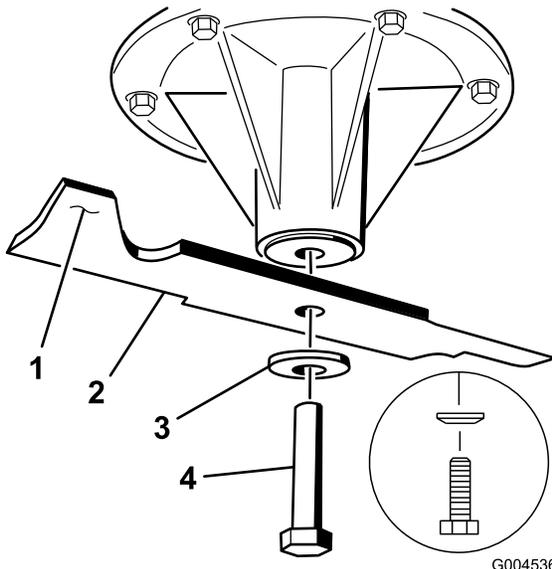

Figura 106
1. Instale la cuchilla en el eje (Figura 106).
2. Instale la arandela de muelle y el perno de la cuchilla (Figura 106).
Nota: El cono de la arandela elástica debe estar orientado hacia la cabeza del perno (Figura 106).